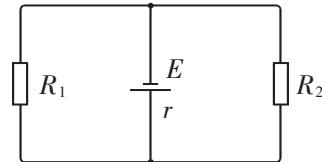

图 1-5-7
(2) 直导线 PQ 切割磁感线产生的感应电动势, 相当于电源. 圆环被分成两部分, 且这两部分并联; 其等效电路图如图 1-5-7 所示.